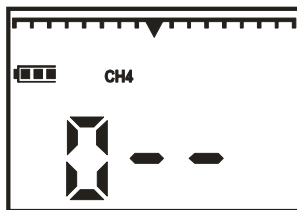

Рисунок 9.2
1) на воздухе, не содержащем горючих газов, перевести газоанализатор в режим “ПОДСТРОЙКА НУЛЯ”. Для этого необходимо при нажатой кнопке "ОТКЛ" включить газоанализатор. После появления на индикаторе надписи " 0 - - " отпустить кнопки (рисунок 9.2);